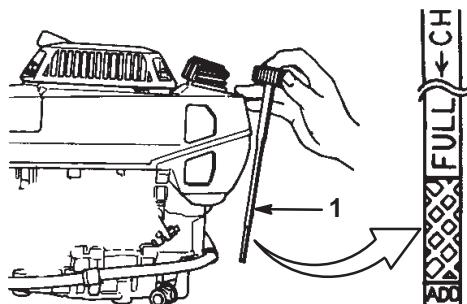

Figure 4
Avant chaque utilisation, vérifiez que le niveau d'huile arrive entre les repères maximum (*Full*) et minimum (*Add*) de la jauge (Fig. 4).
- Nettoyez la surface autour de la jauge (Fig. 4).
- Voyez le niveau d'huile indiqué par la jauge (Fig. 4).